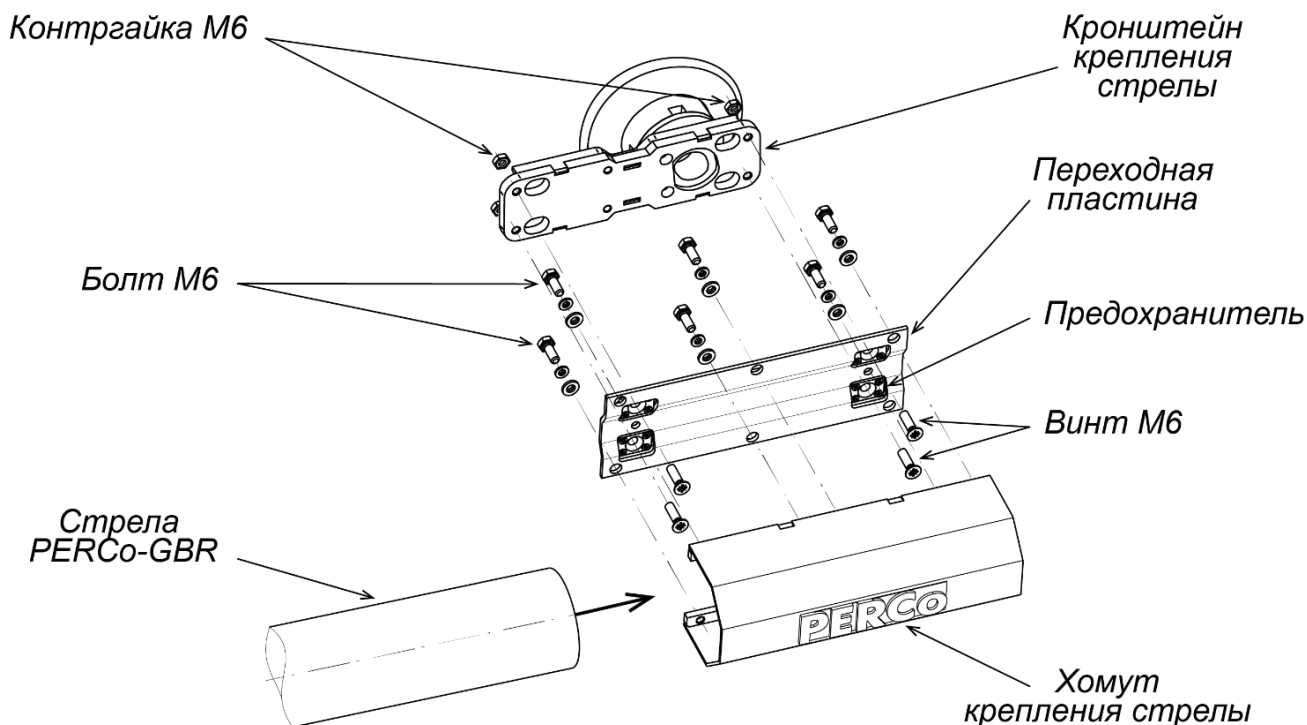

Рисунок 12. Монтаж стрелы PERCo-GBR
Переведите кронштейн крепления стрелы в горизонтальное положение, для чего вращайте винт (ручку) разблокировки привода (21) по часовой стрелке до упора (см. рис. 12).
1. Снимите дверцу (2), открыв замок ключом.
2. На приводе стрелы переведите рычаг (13) в нижнее положение (см. рис. 12).
5. Также регулировать натяжение пружин можно при помощи гаек (22) на верхних шпильках пружин (см. рис. 12), при этом над гайками у обеих пружин должно быть примерно одинаковое количество витков резьбы, но не менее 3-5 витков.